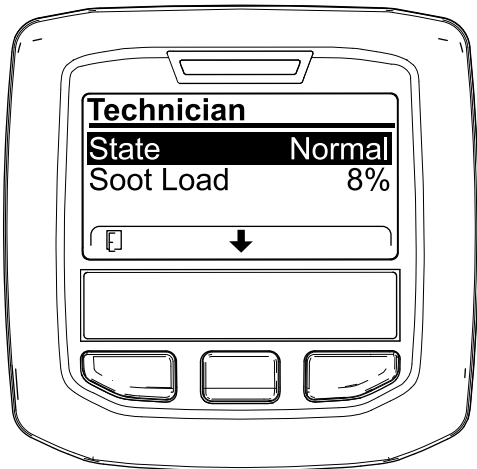

Bild 27
- Lesen Sie in der Tabelle für den Dieselpartikelfilter-Betrieb den aktuellen Zustand des Dieselpartikelfilter-Betriebs nach (Bild 27).